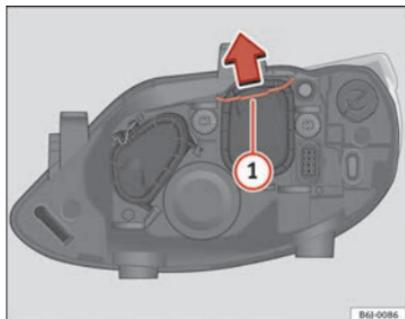

Fig. 165 Médios
- Desloque o tirante ⇒ Fig. 165 ① no sentido da seta e puxe a tampa.